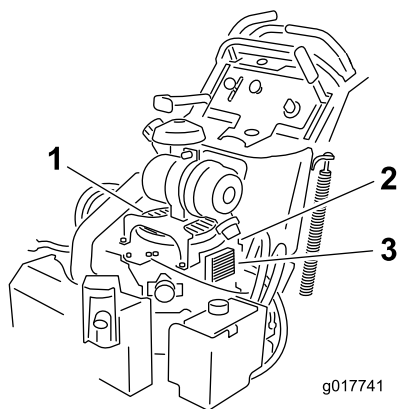

Figure 67
3. Enlevez la grille d'entrée d'air et le boîtier du ventilateur (Figure 67).
5. Remettez la grille d'entrée d'air, le lanceur et le boîtier du ventilateur (Figure 67).
2. Retirez les boulons de fixation du refroidisseur d'huile sur le carter du moteur (Figure 67).